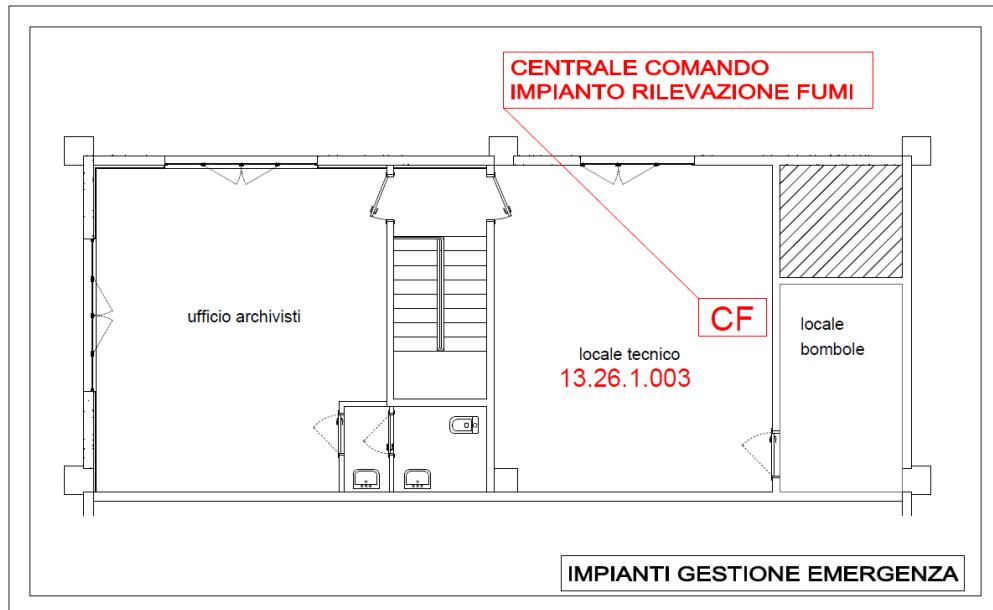

Figura 1 - *Impianti gestione emergenze*
L'impianto è costituito da una centrale di comando ubicata nel locale tecnico al piano primo (locale 1926.1.003, vedi p.to 3.3 – Figura 1) da rilevatori di fumo (nei locali previsti dal progetto di prevenzione incendi dell'edificio), da pulsanti manuali e da segnalatori ottico/acustici lungo tutti gli spazi di circolazione e le vie di esodo.
- Il coordinatore per l'emergenza e gli addetti alla lotta antincendio e gli addetti al primo soccorso che non si trovano nelle immediate adiacenze del locale in allarme, si recano presso la centrale di comando dell'impianto (vedi p.to 3.3 – Figura 1) per individuare la zona in allarme.